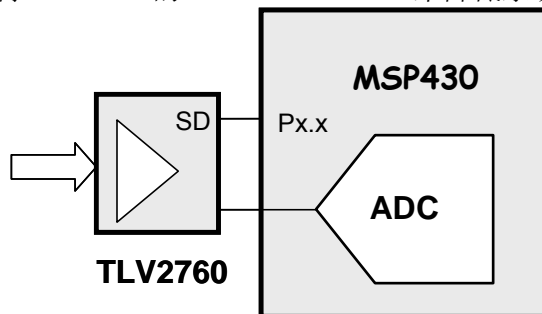

图 3. 利用带有可关闭的外部设备的 MSP430 控制系统
在很多 MSP430 的应用中，设备工作时间是非常短的。这意味着外部设备工作时间也很短。在这类低占空比的工作模式应用中，使用外部设备同时启用其完全关闭的功能比让普通低功耗的设备一直处于启动状态更能降低能量消耗与工作时间的比例。图 3 所示通过运放实现 ADC 的信号调理电路，图中用 GPIO 控制 TLV2760 的 shutdown (SD) 来降低系统功耗。